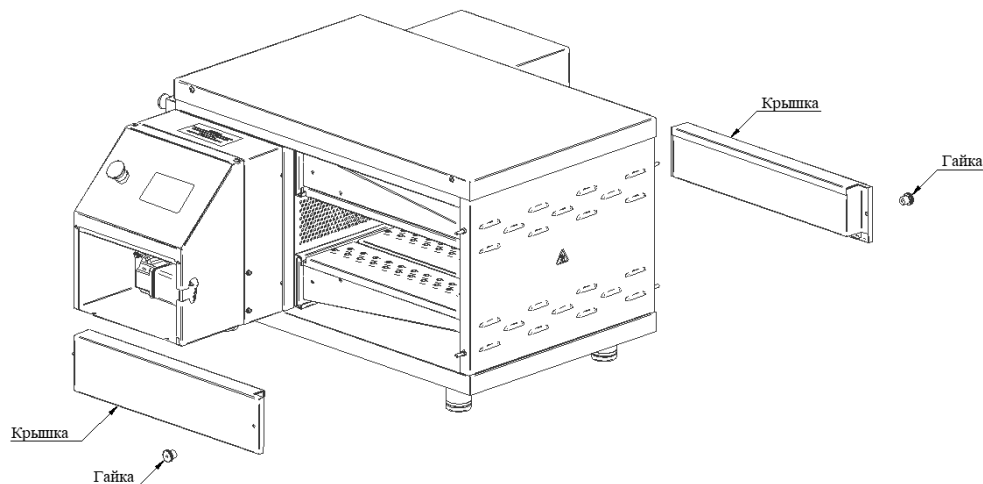

Рис. 11
2. Выкрутить декоративные гайки М6 и снять нижние крышки (см. Рис. 11).